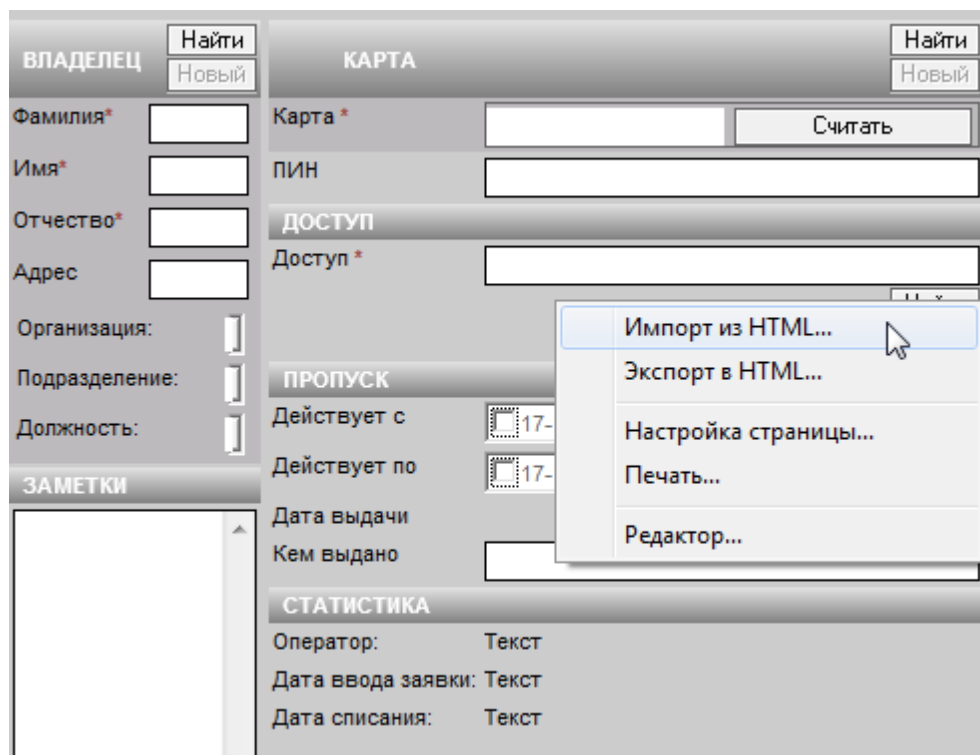

Рисунок 10 — Добавление окна **Биометрия** через **Импорт из HTML**
1. В программе «Администратор системы» в дереве конфигурации выберите элемент **Программа оформления пропусков**. В окне частных свойств элемента на вкладке **Параметры ПО «Бюро пропусков»**, в списке **Считыватель биометрии руки** выберите **Устройство BioSmart** или **Устройство BioSmart FS80**, которое будет использоваться как считыватель (рисунок 10).